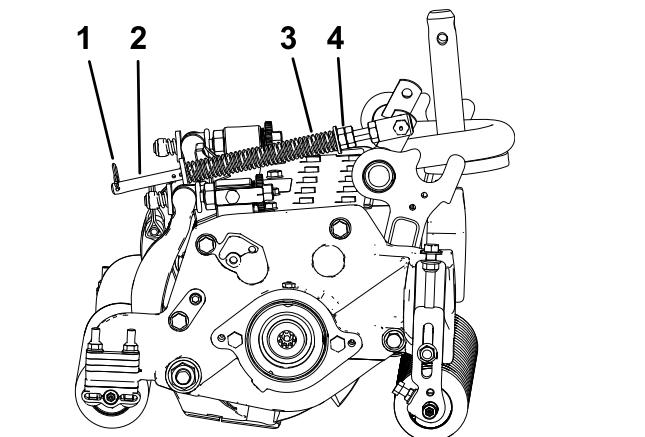

Bild 14
2. Ziehen Sie die Sechskantmuttern vorne an der Federstange an, bis die komprimierte Länge der Feder 15,9 cm beträgt (**Bild 14**).